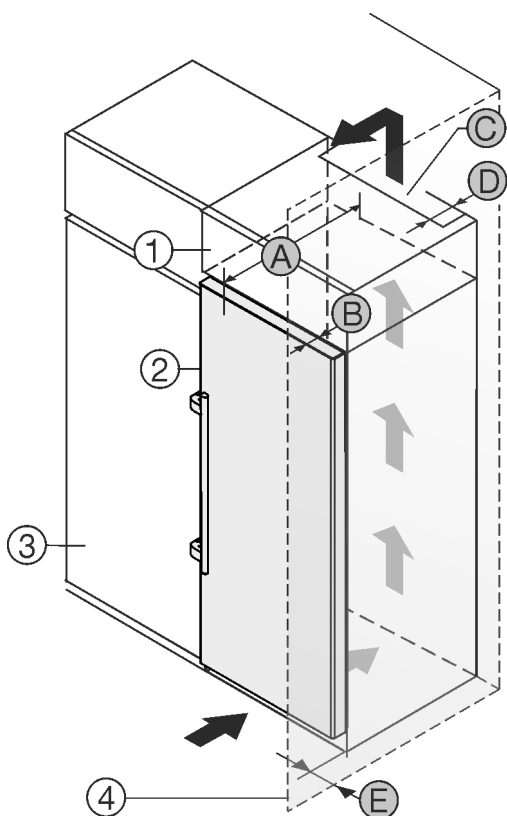

Fig. 2
- (1) Nástavná skříňka*
- (2) Přístroj*
- (3) Kuchyňská skříň*
- (4) Stěna*
- (5) Hloubka přístroje*
- (6) Hloubka dvířek*
- (7) Ventilační průřez*
- (8) Vzdálenost zadní strany přístroje*
- (9) Vzdálenost k zadní straně přístroje*
Můžete přístroj nainstalovat přímo vedle kuchyňské skříňky *Fig. 2 (3)*.*
Na zadní straně nástavné skříňky musí být větrací šachta hluboká *Fig. 2 (7)* přes celou šířku nástavné skříňky.*
Pod stropem místnosti musí být dodržen ventilační průřez *Fig. 2 (7)*.*
Když přístroj instalujete závěsy vedle stěny *Fig. 2 (4)*, musí být vzdálenost mezi přístrojem a stěnou minimálně 57 mm. To odpovídá přesahu madla při otevřených dveřích.*
Aby bylo možné dvířka plně otevřít, musí přístroj přesahovat o hloubku dvířek *Fig. 2 (6)* vůči přední linii kuchyňské skříňky. V závislosti na hloubce kuchyňských skříňek *Fig. 2 (3)* a použití vymezovačů odstupu od stěny může přístroj vyčnívat dále.*